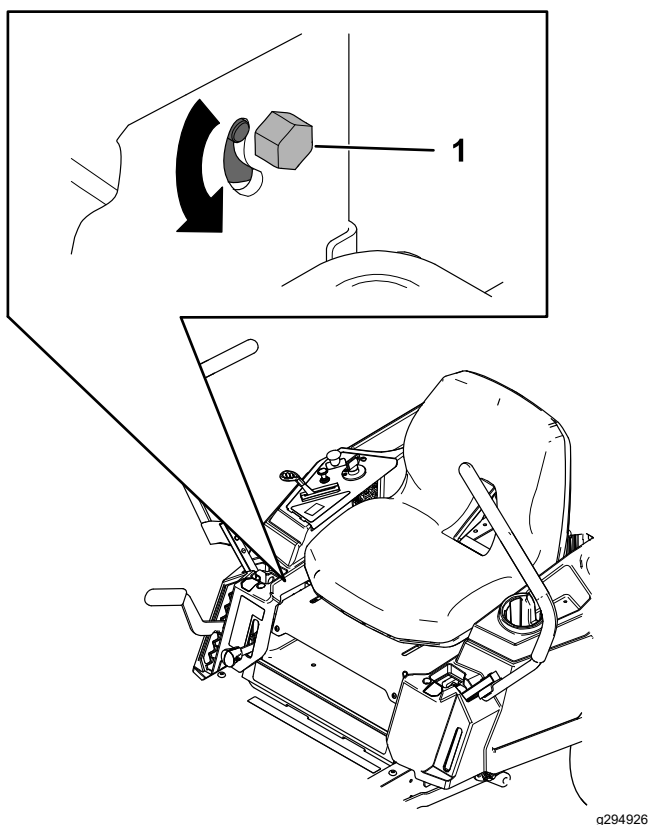

Bild 53
3. Suchen Sie die Einstellschraube für den Spurlauf in der Nähe des Fahrtriebshebels auf der Seite, die eingestellt werden muss (**Bild 53**).